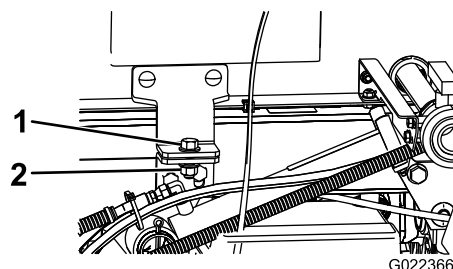

Figura 82
5. Demontați bolurile de siguranță din partea frontală a saniei (Figura 82).